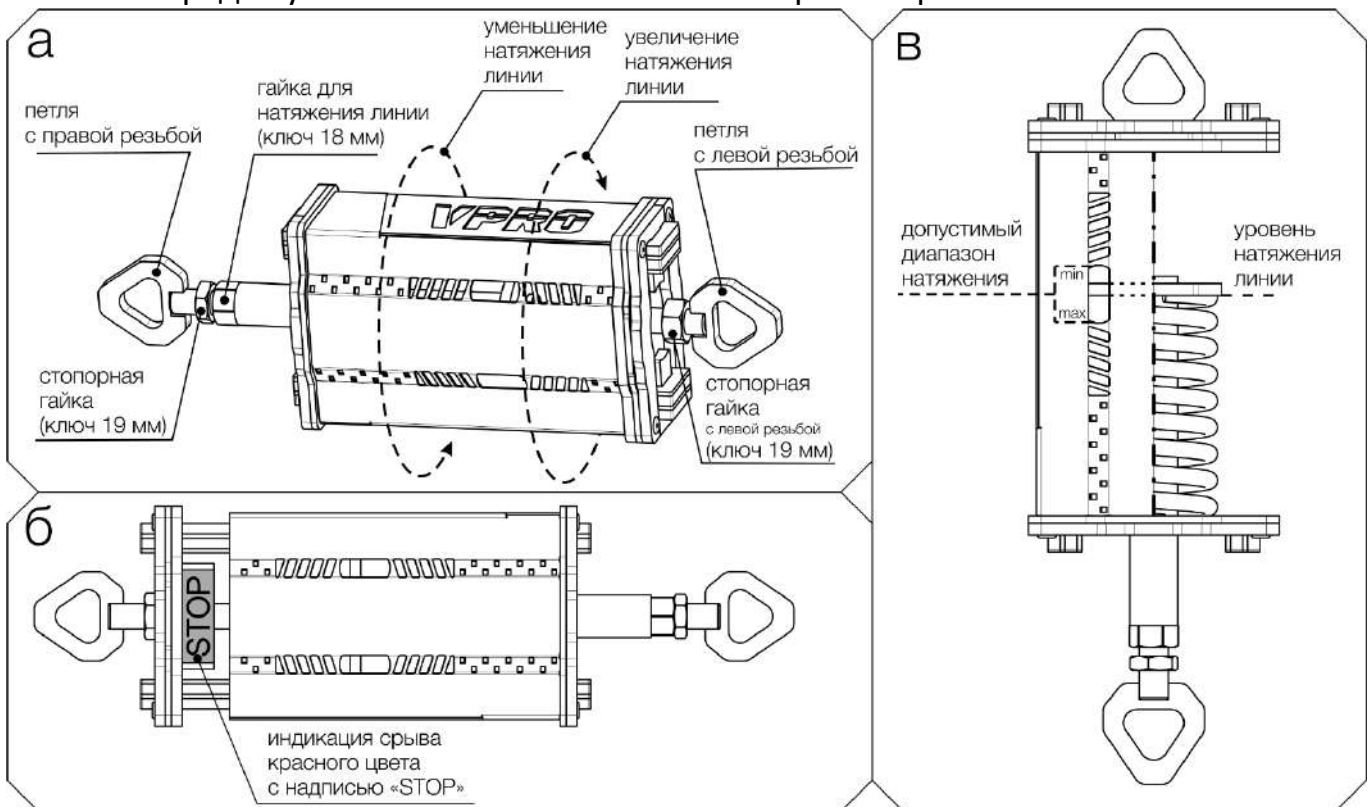

Рис. 7 Порядок установки и использования амортизатора vpro CL S01
1) Убедиться, что обе стопорных контр-гайки (рис. 7а) не препятствуют вращению резьбового соединения.
друг другу. Вращение допускается производить как с использованием инструмента (вращая «гайку для натяжения» ключом 18 мм), так и без (вращая непосредственно корпус устройства). Направление вращения указано на рисунке 8а. Вращать необходимо до тех пор, пока индикация натяжения не окажется в диапазоне допустимого уровня натяжения (см. рис. 7в).
Внимание! Амортизатор имеет встроенную индикацию срыва (см. рис. 7б). В случае срыва амортизатора, дальнейшее использование анкерной линии категорически запрещено.